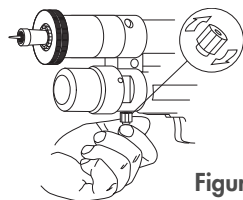

Figura 15
- 2) volcar la tuerca de protección y atornillarla (mediante el orificio roscado específico) al dispositivo de retorno de emergencia (C) (figura 15);